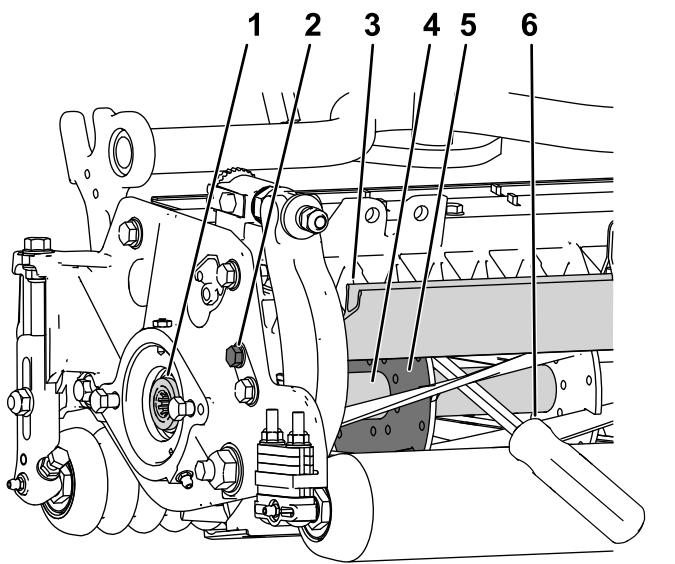

Figura 26
1. Desaperte o parafuso do resguardo no lado esquerdo da unidade de corte e eleve o resguardo traseiro (Figura 26).
2. Insira um pé de cabra de cabo longo (recomendado $\frac{3}{8}$ x 12 pol. com pega de chave de parafusos) através da parte de trás do cilindro de corte, o mais próximo do lado da unidade de corte que irá apertar (Figura 26).
3. Coloque o pé de cabra contra o lado soldado da placa de suporte do cilindro (Figura 26).